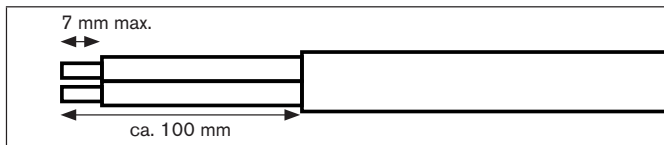

Bild 1: Kabel abisolieren
- Isolierung des Kabels auf ca. 100 mm Länge entfernen (siehe „Bild 1“).
- Isolierung der Adern auf max. 7 mm (1/4“) Länge entfernen (siehe „Bild 1“).